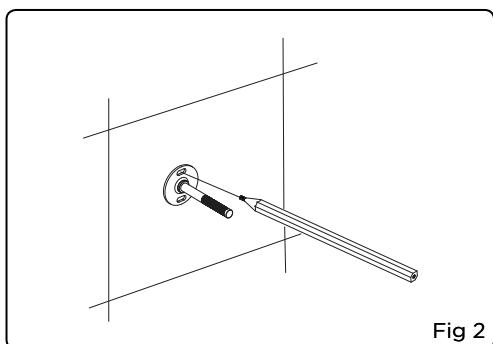

Fig 2
2. Locate where you want to install the slide bar. Use the top post as a template and mark locations on shower wall using pencil (Fig 2).
2. Déterminer l'endroit où sera installée la barre coulissante. Utiliser la fixation pour vous guider et marquer l'emplacement sur le mur de la douche avec un crayon à mine (fig. 2).
2. Determine dónde quiere instalar la barra. Use el montante como patrón y marque con lápiz sobre la pared el lugar donde desea instalarla. (fig. 2).
2. The flow controller/check valve is located at opening of handshower handle and has a different color plastic housing than the handshower conical threads (Fig 2). Use needle-nose pliers to grasp the flow controller/check valve and pull the flow controller/check valve out. Take care not to use excessive force when grasping perimeter edge of the flow controller/check valve so as to avoid damage (Fig 2 & 3).
2. Le régulateur de débit/clapet de non-retour est situé à la base de la poignée de la douche à main et le boîtier de plastique est de couleur différente des filets (fig. 2). Saisir le régulateur de débit/clapet de non-retour avec une pince à bec effilé pour le retirer. Prendre soin de ne pas exercer une force excessive en saisissant le bord pour ne pas endommager le régulateur/clapet (fig. 2 et 3).
2. El regulador de caudal y la válvula de control se encuentran en el hueco de la manija de la ducha de mano y tienen una funda de plástico de un color distinto al de las roscas de la sección cónica de la ducha de mano (fig. 2). Use unos alicates de extremos finos para sujetar el regulador de caudal y la válvula de control y sacarlos. Procure no forzar excesivamente al sujetar el borde del regulador de caudal y válvula de control para no dañarlos (fig. 2 y 3)